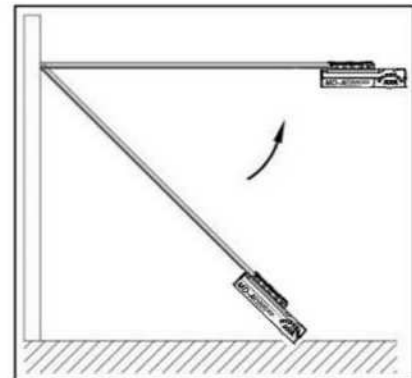

Fig.7
2. Coloque el Abrepuertas de Garage ensamblado con el Riel de Acero centrado sobre el Piso del Garage, con el Abrepuertas de Garage alejado del Portón. Levante la parte Delantera del Riel hasta el Soporte de la Pared (Fig.6) y Fijelo con el Pasador del Soporte de Pared. (Fig.7)
3. Levante y Apoye el Abrepuertas de Garage con una Escalera, Alinee el Riel con la Línea Central marcada en el Portón, el Riel debe quedar a nivel (Fig.7). Fije el Abrepuertas de Garage y el Riel al Techo mediante los Soportes Tipo "L". (Fig.7)